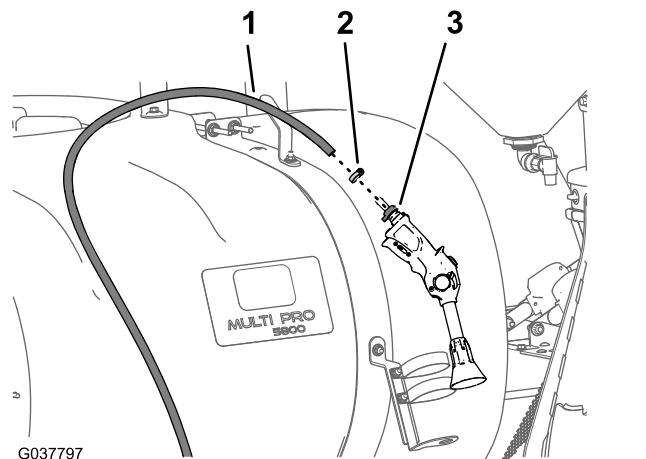

Рисунок 39
- Снимите шланговый хомут, который крепит шланг подачи к штуцеру типа «елочка» на распылителе (Рисунок 39).
- Снимите шланг со штуцера типа «елочка» (Рисунок 39).